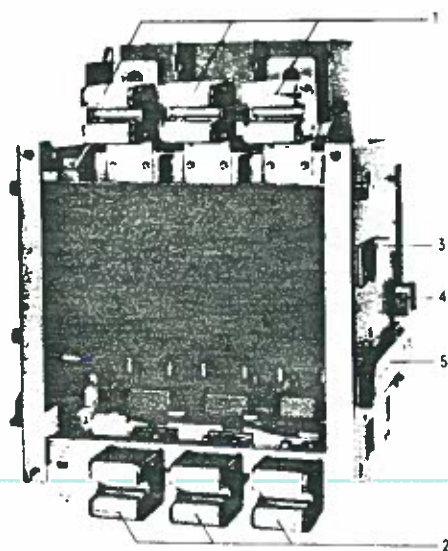

Fig. 5
Die Einschub-Leistungsschalter nach Ausführung 1 bis 3 (Fig. 5) haben als Auffahrkontakte Trennkontaktstücke oben (1) und Trennkontaktstücke unten (2).
The versions 1 to 3 of withdrawable circuit-breakers (Fig. 5) have isolating contacts at the top (1) and bottom (2).